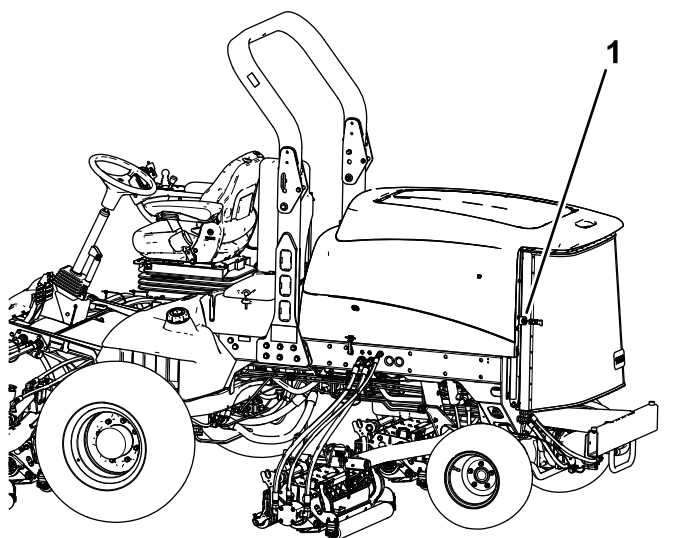

Figura 75
2. Destranque e abra o painel traseiro (Figura 75).